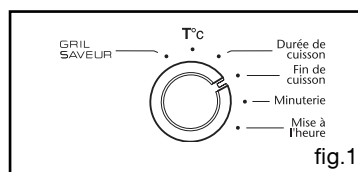

fig.1
- positionnez le sélecteur de programme sur la position "minuterie" (fig.1). Le symbole minuterie  -> 0.00 et un petit sablier clignotent.